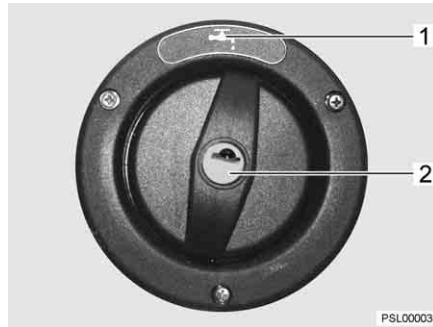

Fig. 38 Coperchio per bocchettone di riempimento dell'acqua potabile
▷ Il bocchettone di riempimento dell'acqua potabile è contrassegnato dal simbolo "☕" (Fig. 38,1).
- Inserire la chiave nel cilindro della serratura (Fig. 38,2) e ruotare in senso antiorario.